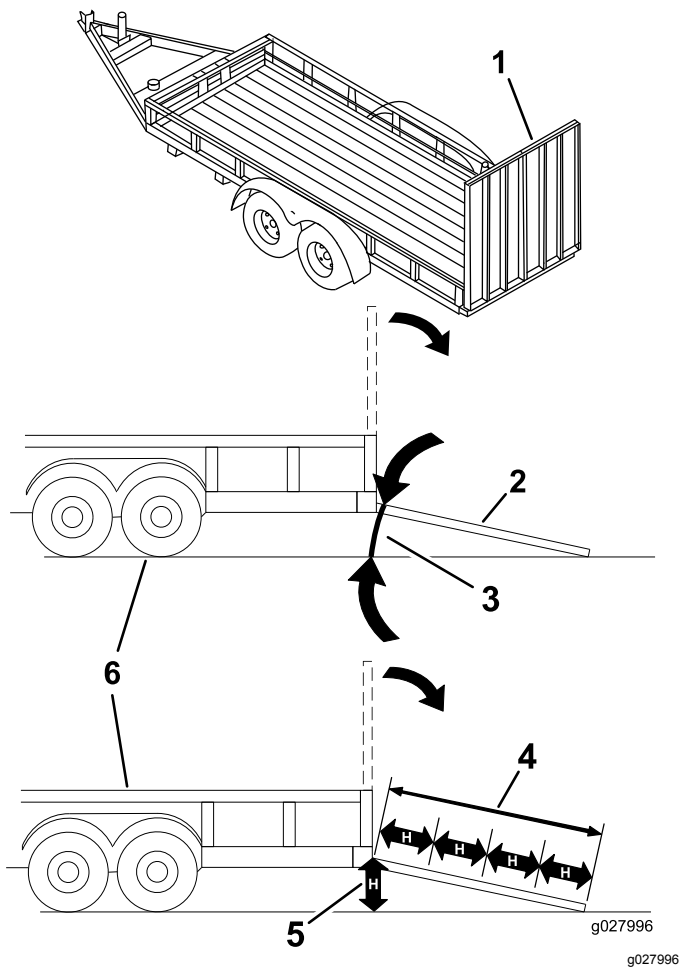

Figura 28
El cargar la máquina en un remolque o un camión aumenta la posibilidad de un vuelco y podría causar lesiones graves o la muerte (Figura 28**).**
1. Baje la rampa, asegurándose de que el ángulo entre la rampa y el suelo no supera los 15 grados (Figura 28).